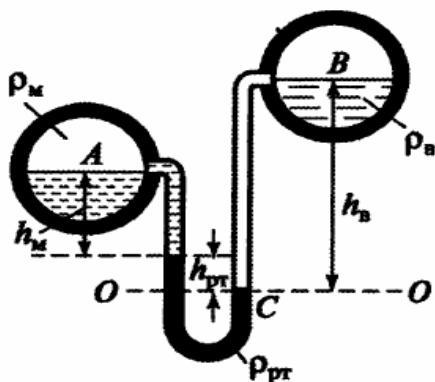

Рис. 1
- 2.** Два горизонтальных цилиндрических трубопровода A и B содержат соответственно минеральное масло плотностью $900 \text{ кг}/\text{м}^3$ и воду плотностью $1000 \text{ кг}/\text{м}^3$. Высоты жидкостей, представленные на рис. 1., имеют следующие значения: h_m , h_{pm} ; h_e . Зная, что гидростатическое давление на оси трубопровода A равно p_A , определить давление на оси трубопровода B p_B .